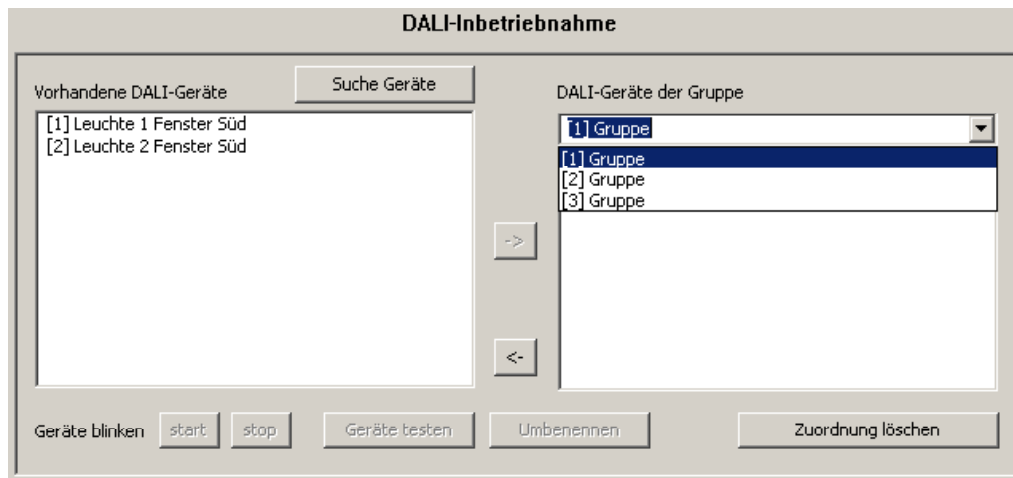

Fig. 39: Gruppe auswählen
- Im rechten Teilbereich die erforderliche Gruppe auswählen, zu der Betriebsgeräte hinzugefügt werden sollen (vgl. Fig. 39).